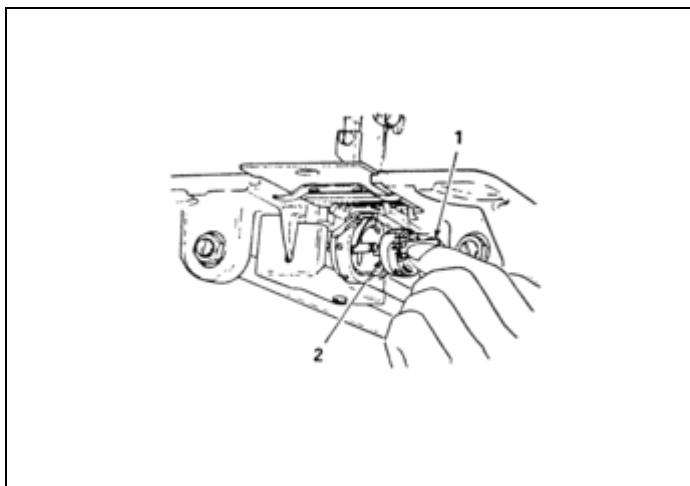

Fig. 4.
7. DESMONTAGEM E COLOCAÇÃO DA CAIXA DE BOBINA (Fig. 4 e 5)